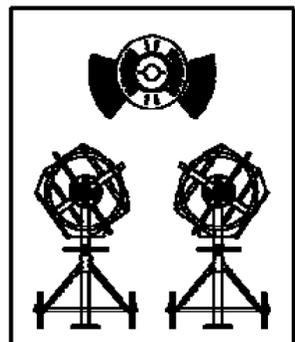

Abb.14
- Entladen Sie die Trommel, wie in Abb.14 beschrieben.